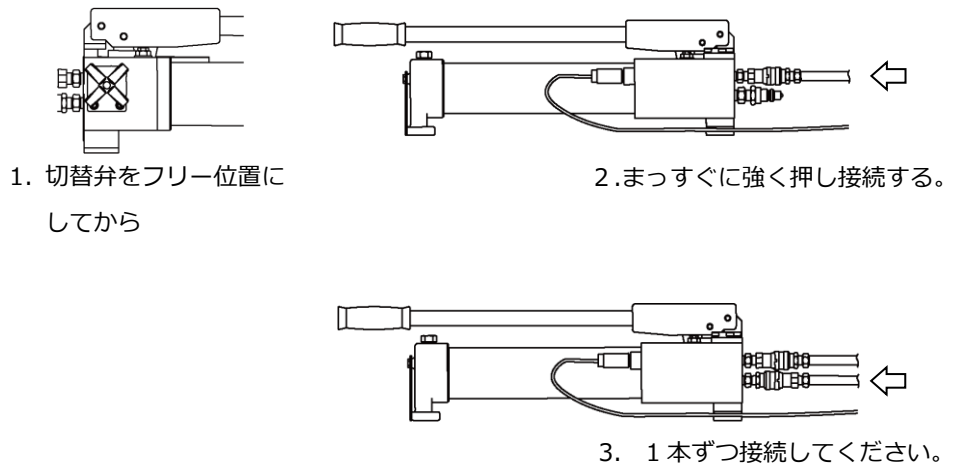

図.3
油圧ポンプの切替弁をフリー位置にしてから接続する	P 47 ③ 図.3 参照